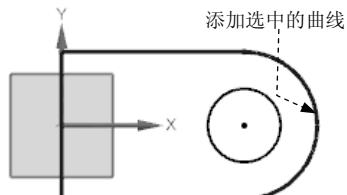

图 5.7.21 添加选中的曲线
**Step 3** 按住 Shift 键,在草图中选取图 5.7.21 所示的曲线的任意部分(如圆),系统则排除整个草图曲线;再选取图 5.7.21 所示的曲线——高亮显示的 4 条线段(此时不用按住 Shift 键)作为新的草图截面,单击对话框中的“替换助理”按钮 。